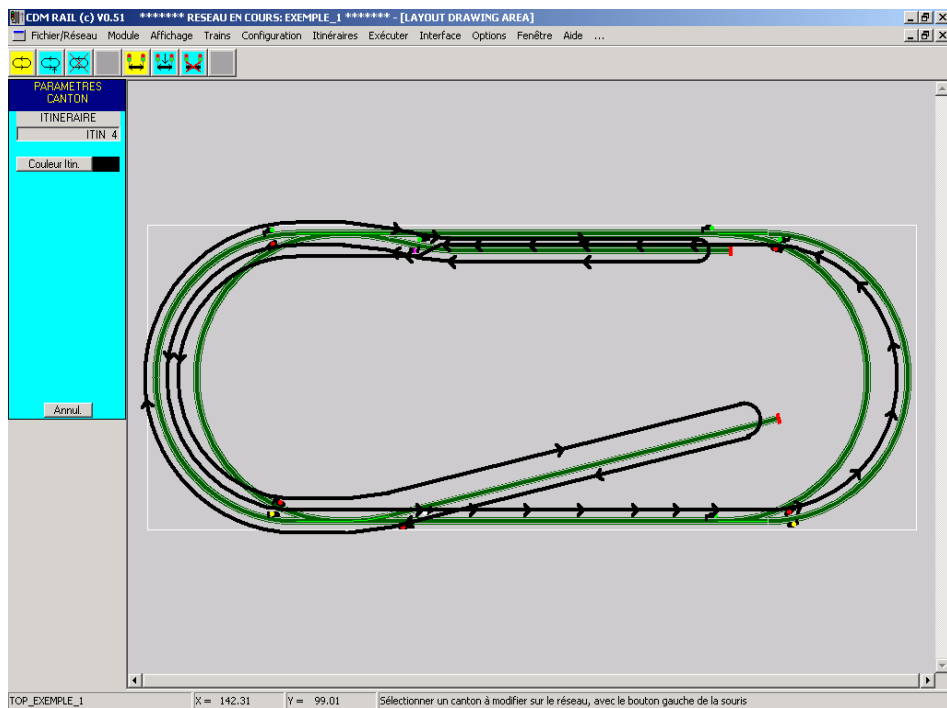

Figure 7-18 Itinéraire ITIN_4: aspect final.
- **Figure 7-18:** aspect final de l'itinéraire.
Dans l'itinéraire ITIN_4 (figure 7-18), la boucle gauche de l'ovale est utilisée par 3 cantons distincts: deux dans un sens, et un dans un autre.